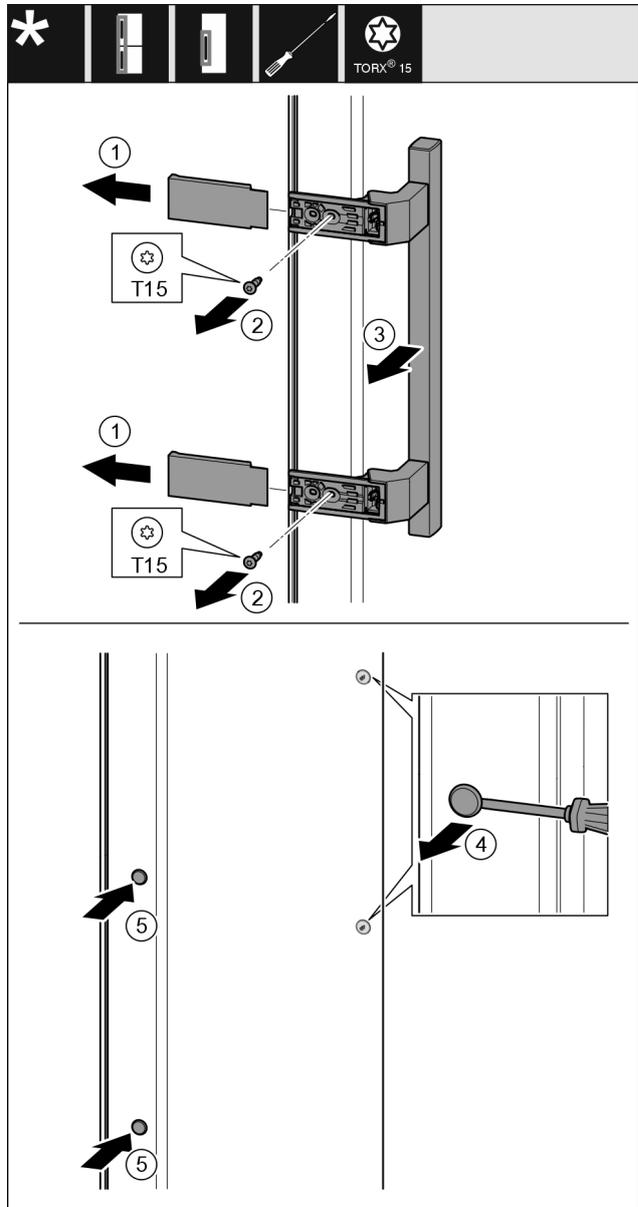

Fig. 40
- ▶ Снимите крышку Fig. 40 (1).
- ▶ Выкрутите винты Fig. 40 (2) отверткой.
- ▶ Снимите ручку Fig. 40 (3).
- ▶ Осторожно приподнимите шлицевой отверткой боковую заглушку Fig. 40 (4) и извлеките ее.
- ▶ Снова установите заглушку Fig. 40 (5) с другой стороны.